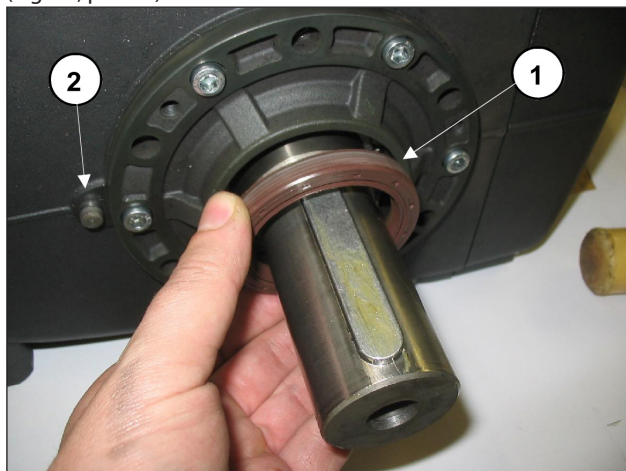

Fig. 33
Para modificar a versão, aplicando o grupo do redutor onde não é fornecido, é necessário remover a vedação do eixo (Fig. 33, pos. ①) e insira o carter do pino Ø8 de referência da caixa do redutor (Fig. 33, pos. ②).
Ao modificar a versão, remova o grupo do redutor onde previsto, é necessário introduzir o anel de vedação do eixo no local da cobertura lateral, usando a ferramenta cód. 27904800 (Fig. 33, pos. ①).